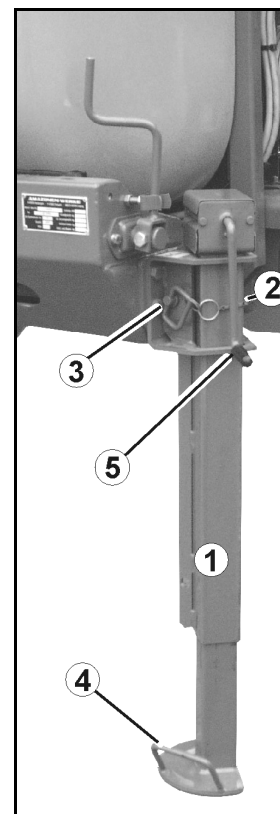

Fig. 39
### Stand with crank (Fig. 39/1):
5. Using the manual crank (Fig. 39/5)
1. Loosen linchpin (Fig. 39/2) lösen.
2. Pull out pin (Fig. 39/3) herausziehen.
3. Raise/lower stand using handle (Fig. 39/4).